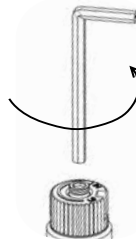

Fig. 2
- 10) Insérer une clé hexagonale de 5/32 po ou 4 mm dans l'entrée hexagonale de la vis (Fig. 2). La tourner dans le sens antihoraire jusqu'à ce qu'elle se libère, puis retirer la vis.